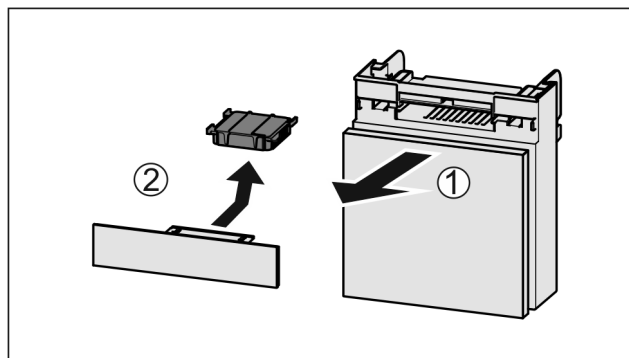

Fig. 51
- ▶ Vytiahnite zásuvku smerom dopredu Fig. 51 (1).
- ▶ Vyberte aktívny uhlíkový filter Fig. 51 (2).